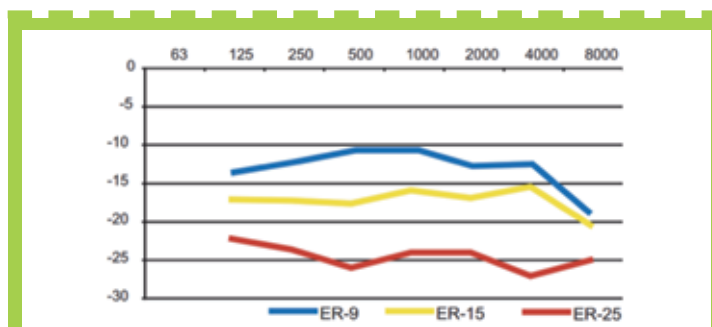

Figure 3 : Courbes d'atténuation des filtres ER-9, ER-15 et ER-25, brochure pianissimo.
4. Choix du filtre : Je lui explique qu'il existe plusieurs sortes de protections auditives avec différents filtres. Je fais le choix des filtres Etymotic Research® type Pianissimo® qui ont une courbe de réponse plate, contrairement aux obturateurs standards qui modifient la réponse en fréquence et qui modifient donc la tonalité (atténuation plus importante des fréquences aiguës par rapport aux fréquences graves). Il existe trois niveaux d'atténuation pour les filtres musicaux : - 9 dB, -15 dB et -25 dB. (Figure 3).